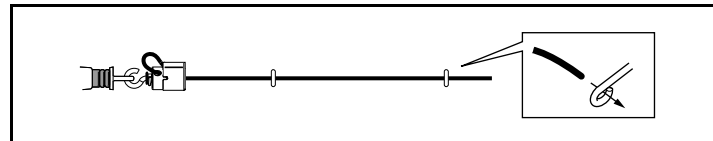

Abb. 6: Montage der Augenschrauben
- Seil etwa bis zur Mitte der Gesamtlänge durch die Augenschrauben führen (Abb. 6).